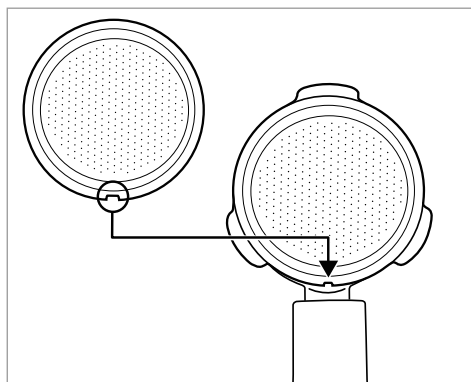

Bild 2
- 2) Sätt in den stora **(19)** eller den lilla filterinsatsen **(20)** i filterhållaren (se bild 2 och 3):